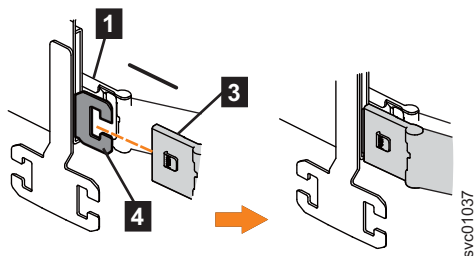

Рисунок 75. Установка внешнего коннектора верхней части кабельного кронштейна во внешний элемент направляющей
3. Установите внешний коннектор верхней части кабельного кронштейна (**3**) во внешний элемент левой направляющей (**4** на рис. 75 на стр. 77).